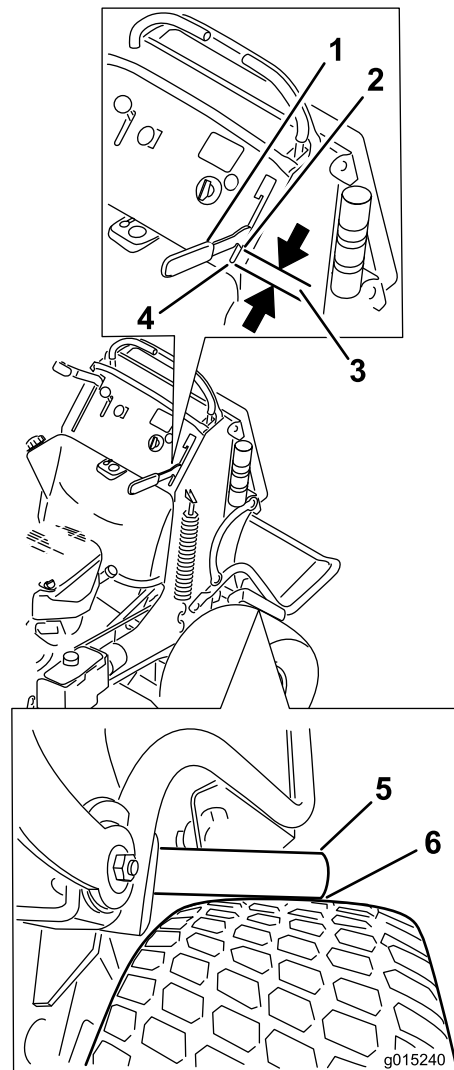

Figura 63
4. Accione la palanca del freno hasta que las barras de freno apenas entren en contacto con el neumático (Figura 63).
5. Mida la distancia que hay entre el borde delantero de la palanca de mano y el final de la ranura del panel de control cuando la barra de freno empieza a tocar el neumático (Figura 63).